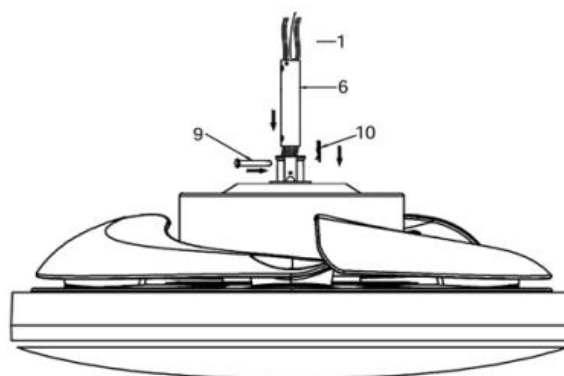

Fig. 6.3
3. Pase con cuidado los cables del ventilador (1) hacia arriba a través de la varilla descendente (6). (Fig. 6.3)
4. Monte la varilla descendente (6) en la caja de acoplamiento de la varilla descendente (8), insertando y alineando los orificios de la caja de acoplamiento de la varilla descendente con los orificios de la varilla descendente e inserte el pasador de enganche (9) y asegúrelo con el clip de bloqueo (10). (Fig. 6.3)